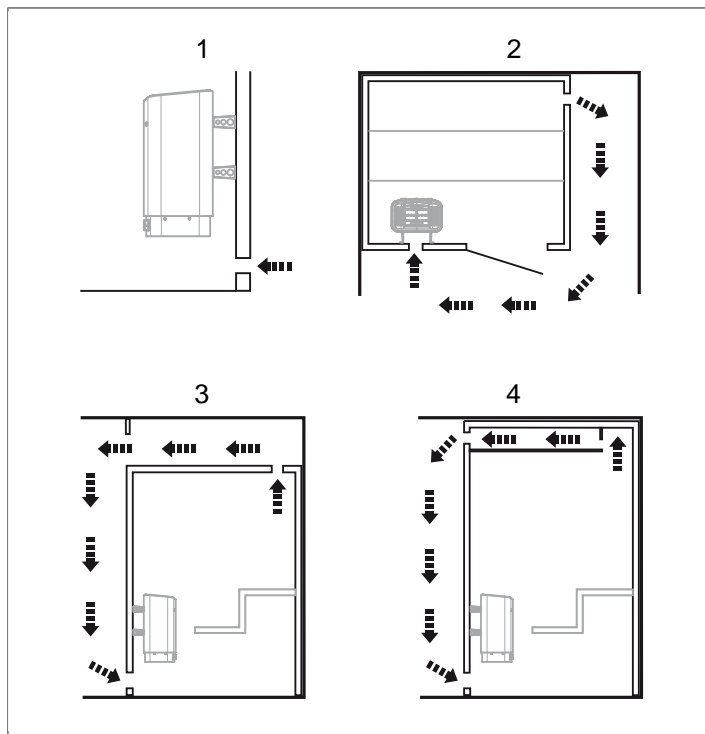

Fig 4: In- och utluftsventilens placering
- med maximalt avstånd till inluftsventilen, t.ex. i diagonal (se **Fig 4**, sidan 3).
- högt på väggen eller i taket (se **Fig 4**, sidan 3).